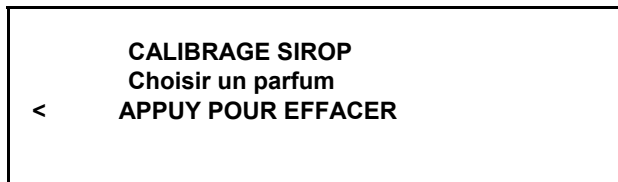

Figure 45
3. Appuyer sur le symbole CALIBRAGE 📏 pour passer en mode de calibrage du sirop (Cf. Figure 45).